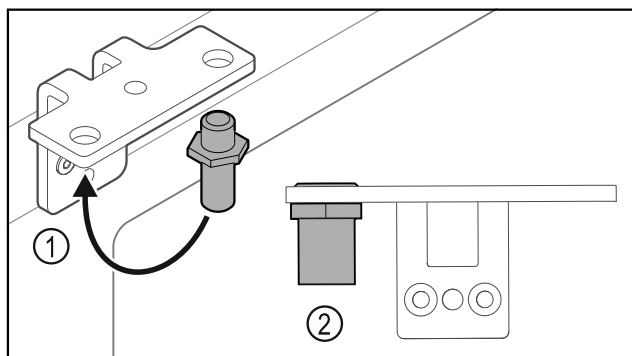

Fig. 31
- ▶ Paigutage polt Fig. 31 (1) šarniirngikus ümber.
- ▶ Pingutage polt Fig. 31 (2) **pöördemomendiga 12 Nm** kinni.